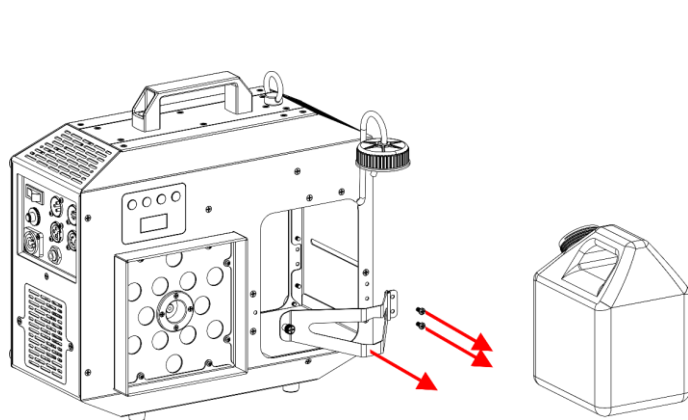

Fig. 12
- 07) Rimuovere le 2 viti e la **staffa per il serbatoio del liquido (03)**, come mostrato nella Fig. 12.